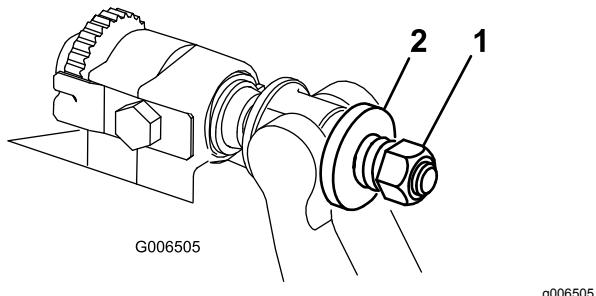

Figura 32
4. Apriete la tuerca de tensado del muelle hasta que el muelle esté comprimido del todo, luego aflojela 1/2 vuelta (Figura 32).
10. Apriete la tuerca de cada ajustador de la barra de asiento hasta que el muelle de compresión esté comprimido del todo, luego afloje la tuerca 1/2 vuelta (Figura 32).